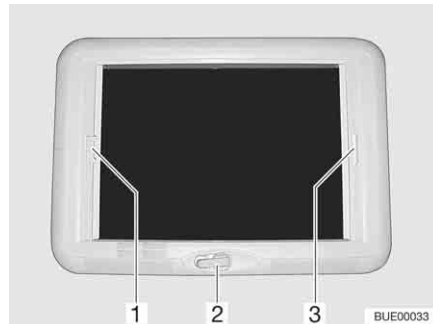

Fig. 123 Oblò a manovella
- Ruotare la manovella (Fig. 123,2) fino a quando non si incontra resistenza.
- Tirare la tendina oscurante pieghevole per la maniglia (Fig. 123,3) e rilasciarla alla posizione desiderata. La tendina oscurante pieghevole rimane in questa posizione.
- Tirare la protezione contro gli insetti per la maniglia (Fig. 123,1) verso la maniglia contrapposta della tendina oscurante pieghevole (Fig. 123,3) e farla innestare.
- Tirare la maniglia della protezione contro gli insetti (Fig. 123,1) dietro, verso l'alto, e sganciare la protezione contro gli insetti dalla tendina oscurante pieghevole (Fig. 123,3).